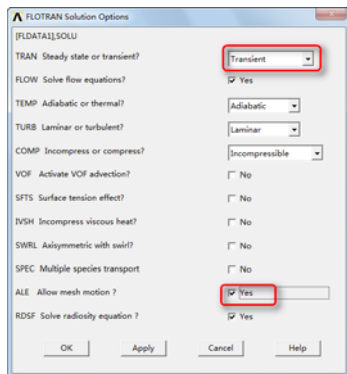

图 9-35 “FLOTTRAN Solution Options”对话框
⑥依次选择 Main Menu→Solution→FLOTTRAN Set Up→Solution Options，会弹出“FLOTTRAN Solution Options”对话框，如图 9-35 所示，在“TRAN Steady state or transient?”选择列表中选择“Transient”；单击“FLOW Solve flow equations?”后的方框，使“No”状态变为“Yes”；在“TURB Laminar or turbulent?”选择列表中选择“Laminar”；单击“ALE Allow mesh motion?”后的方框，使“No”状态变为“Yes”，其余采用默认设置，单击“OK”按钮关闭该对话框。